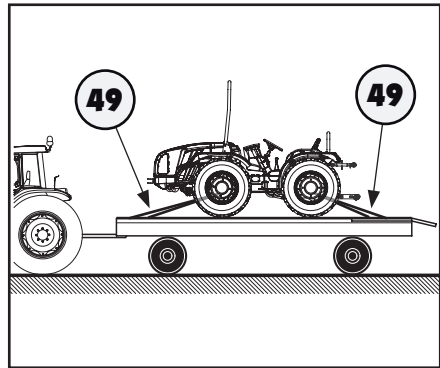

Abb. 5.72
Wenn der Traktor auf ein geeignetes Transportmittel verladen wurde, muss er mit Befestigungsgurten oder geeigneten Ketten (49) abgesichert werden. Die Achsen stellen geeignete Punkte zur Anbringung von Gurten oder Ketten dar (Abb. 5.72).